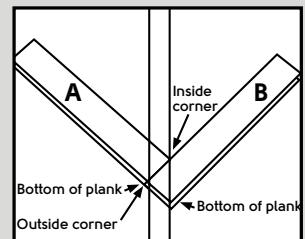

Fig. 5
- Este es el ángulo inicial. Nota: se necesitan separadores de 3/16" (5 mm) en todas las paredes o pilares verticales (Fig 5).
- Alinee el borde de la esquina exterior del tablón "A" con la esquina interior en la posición de la línea opuesta (Fig 5).